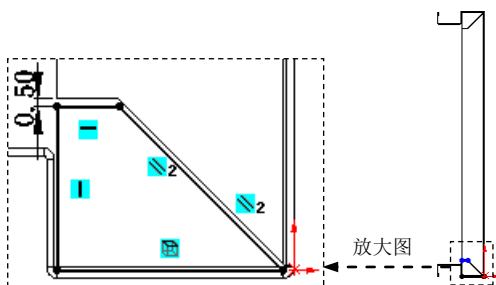

图 17.6.27 横断面草图
(5) 编辑边线—法兰 13 的草图。在设计树中的  **边线—法兰13** 上右击，在系统弹出的快捷菜单中单击  命令，系统进入草图环境。绘制图 17.6.27 所示的横断面草图。退出草图环境，此时系统完成边线—法兰 13 的创作。